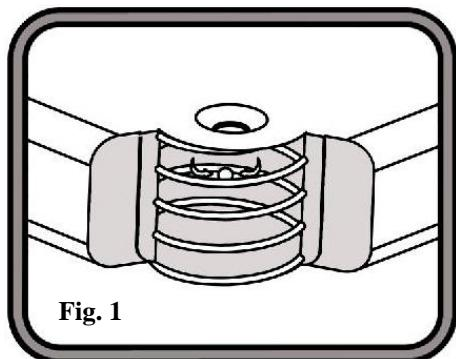
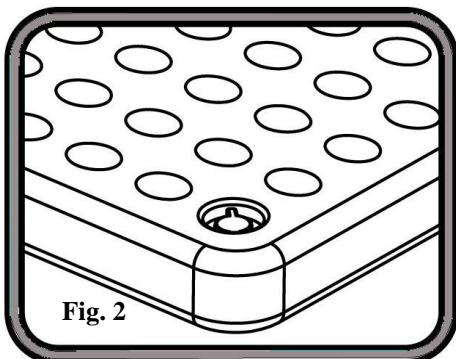

Fig. 1
Fig. 2
2. Zoek de ingebouwde vootpomp (**Raadpleeg de structuur van de pomp zoals in Afb. 1**). De gevulde PVC-zijde moet worden omgekeerd tijdens het opblazen. Zie **Afb. 2**